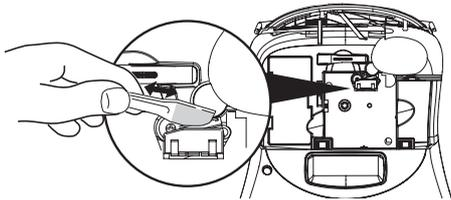

Figura 11
3. Strofinare delicatamente il lato imbottito intorno alla testina di stampa. Vedere Figura 11.